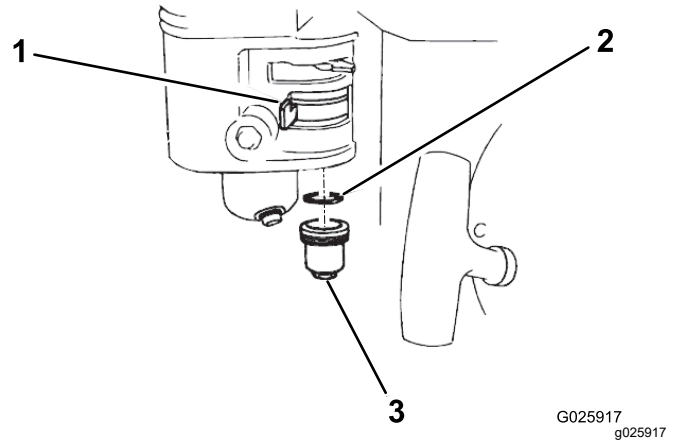

图 34
2. 将燃油切断阀移至关闭位置 图 34。
3. 取下燃油沉淀杯和 O 形圈 图 34。
6. 先将 O 形圈放入燃油切断阀中再安装沉淀杯 图 34。牢固拧紧沉淀杯。